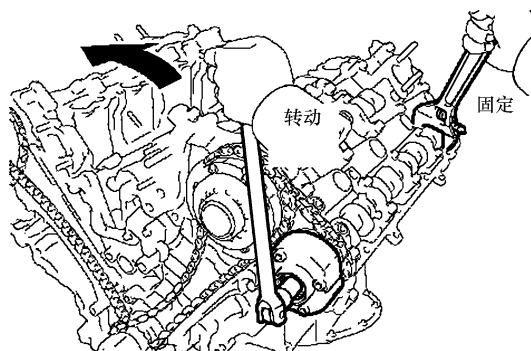
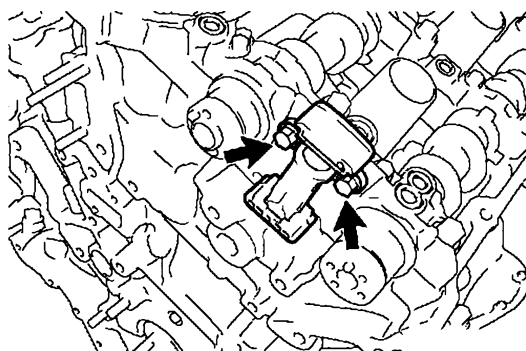

图 24-41 固定凸轮轴并松开螺栓
图 24-42 拆下 3 号正时链条张紧器
③ 按照图 24-41 所示, 用扳手固定住凸轮轴的六角部位, 然后用 12mm 的六角扳手松开螺栓。
④ 拆下 2 个螺栓, 然后把连着齿轮的 1 号和 2 号正时链拆下, 拆下凸轮轴正时齿轮, 排气凸轮轴齿轮和曲轴正时链轮。
⑤ 将正时链条从齿轮上拆下。
9) 如图 24-42 所示, 拆下 3 号正时链张紧器。